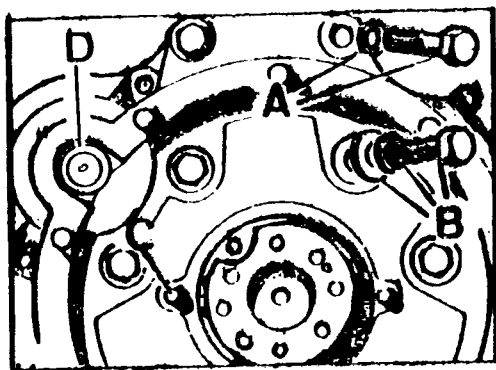
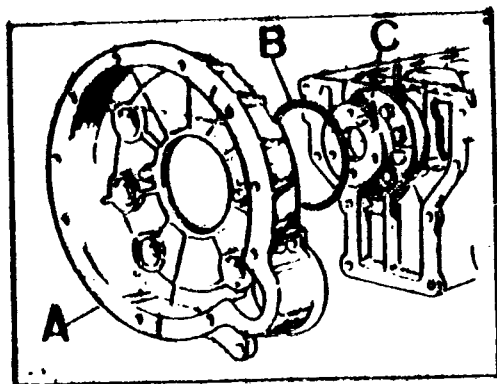

Fig. A3-82A Elementos de fijación del cárter del volante
Fig. A3-83A Extracción del cárter del volante y anillo tórico
- 1.7. Descohetar los cables de alimentación del motor de arranque, quitar los tornillos, A y B (Fig. A3-82A) que fijan el cárter del volante al bloque y extraer dicho cárter en unión del motor de arranque.
- 1.8. Desmontar el motor de arranque, D (Fig. A3-82A) y el anillo tórico, B (Fig. A3-83A).
- 3.1. Instalar sobre el cáster, A (Fig. A3-83A) un anillo tórico, B, con grasa para mantenerlo en posición.
- 3.3. Montar el cárter del volante sobre el bloque, fijándolo con sus tornillos, A y B (Fig. A3-82A) a una tensión de 3,50 á 4,25.